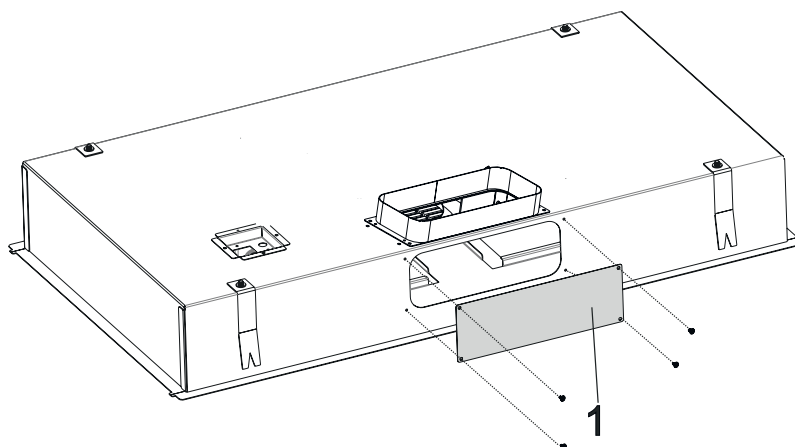

Fig. 16
1. ➤ Det finns 2 rektangulära utsugsutgångar på fläkten (Fig. 16/1). Ta bort den rektangulära täckplattan där utsugskanalen ska anslutas.